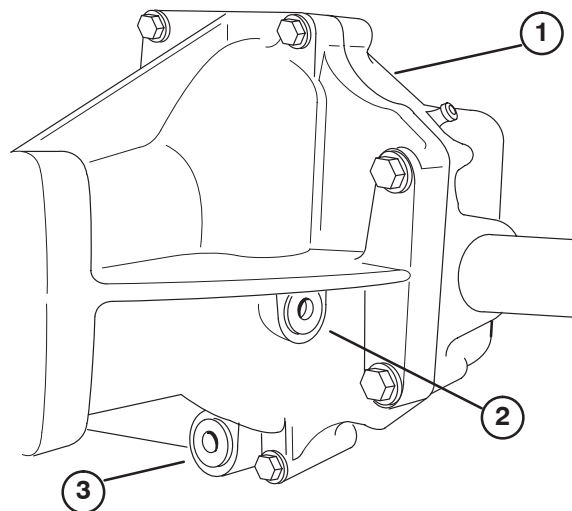

Figure 56
2. Retirez le bouchon de vidange (Fig. 56) sur le côté du réservoir et laissez s'écouler l'huile dans un bac de vidange.